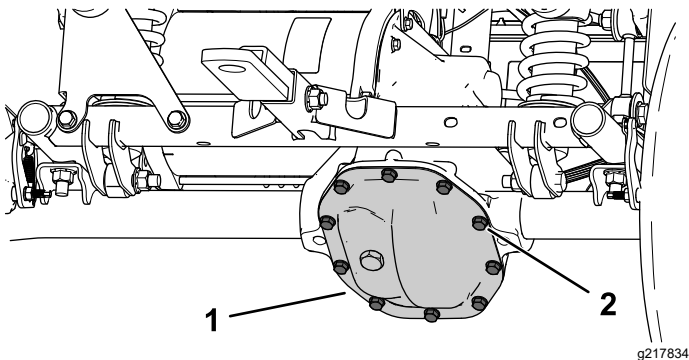

Figura 49
1. Coloque un recipiente de vaciado debajo de la cubierta del transeje (Figura 49).
2. Retire los pernos de la cubierta del transeje y vacíe el fluido completamente (Figura 49).